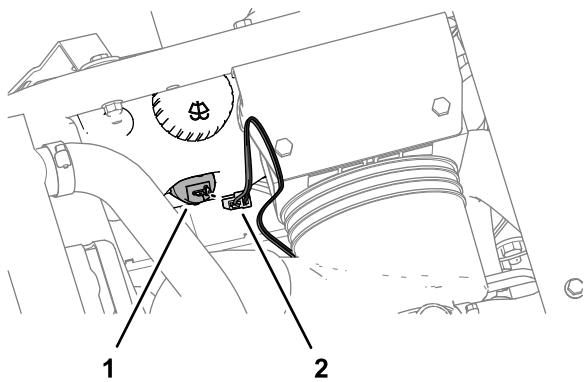
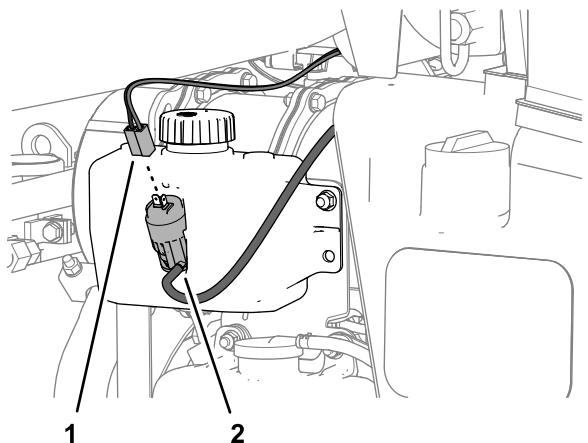

Bild 10
Bild 11
5. Verlegen Sie den Stromkabelbaumzweig mit einem schwarzen Kabel, blauen Kabel und einem 2-Buchsen-Stecker zur Pumpe des Behälters für die Scheibenwaschanlagenflüssigkeit (Bild 10 oder Bild 11).